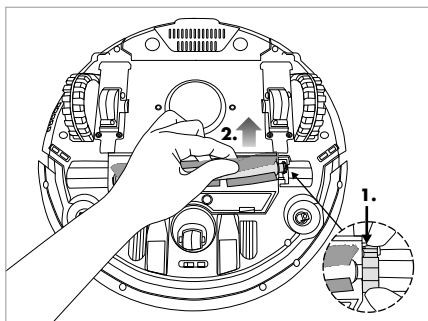
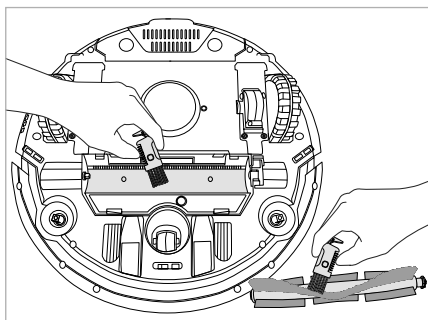

Abb. 16
Abb. 17
- 2) Entfernen Sie die Bürstenrollenverriegelung **22**. Fassen Sie die Bürstenrolle **31** an der rechten Seite und nehmen Sie sie aus dem Gerät (siehe Abb. 16). Entfernen Sie Haare und Schmutz mit der Reinigungsbürste **11**. Säubern Sie bei Bedarf auch das Bürstenrollenfach (siehe Abb. 17).